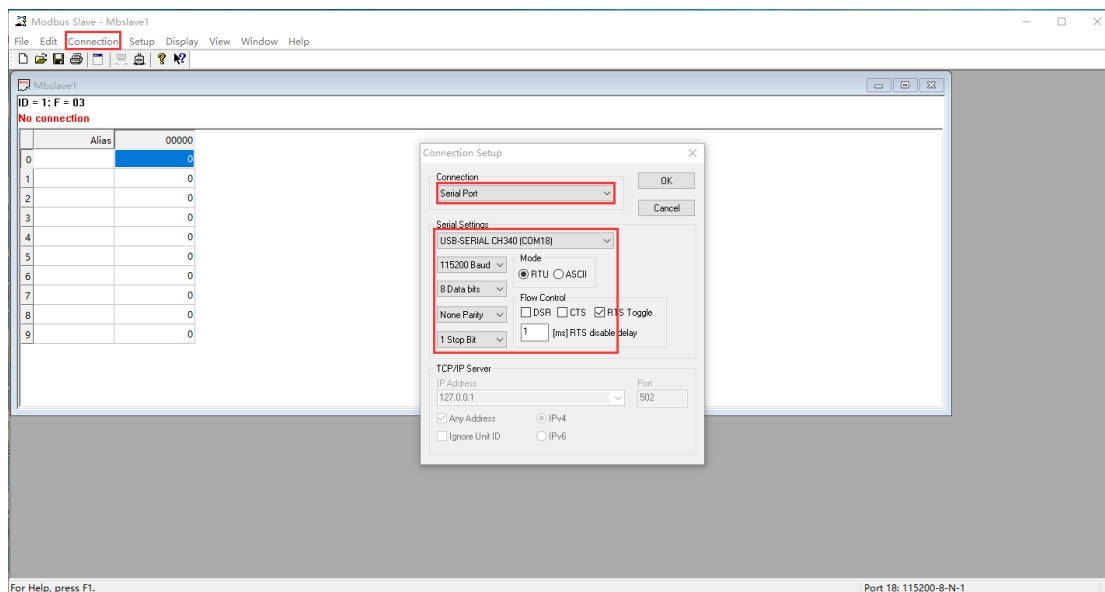

图 6-26 从机软件 MODBUS_RTU 参数设置
(6)选择 RTU 模式，串口参数设置与设备串口设置参数一致，如图 6-26 所示。